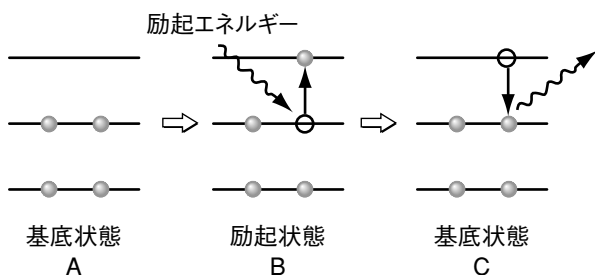
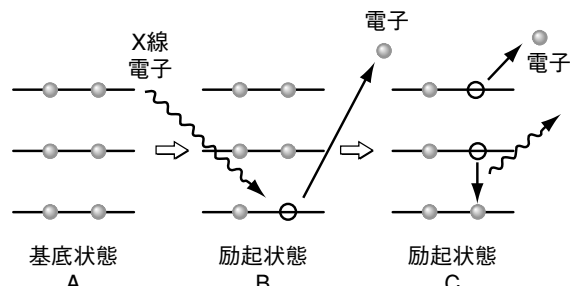

図3 外殻電子の励起
図4 内殻準位に「空席」が発生した場合
電子のエネルギー準位は、原子核の近くにある軌道の準位の方が、外側の軌道の準位よりも低くなっています。また、各準位に入ることができる電子の個数は決まっています。電子は、低い準位から順に席を埋めていくので、下の準位に空席ができることはありません。原子はこの状態がいちばん安定で、この状態のことを「基底状態」といいます(図3 A)。ところが、外部からエネルギーが加わると、この状態は崩れます。ある電子がそのエネルギーを吸収して、上の準位へジャンプするのです。そうすると、いままでその電子が占めていた準位に空席ができます。このような状態は、基底状態よりもエネルギーが高いので、「励起状態」と呼ばれます(図3 B)。励起状態は不安定で長持ちせず、短い時間のあとに電子は、いったん吸収したエネルギーを「エネルギーをもった粒」の形で吐き出して、元のエネルギー準位に戻ってしまいます(図3 C)。このようにして、原子に固有のエネルギーの粒が外に吐き出されます。
さて、先ほど（図3）、外部から原子にエネルギーを加えた場合には、原子核から見て最も外側の電子殻の電子（外殻電子）が励起されると説明しました。しかし、X線や高速の電子線など、もっと高いエネルギーを加えた場合には、内側の電子殻にある電子が、原子の外に飛び出し、その結果、内殻に電子の空席ができます（図4 B）。すると、すぐに上の準位の電子がその空席を埋めようと落ちてきて、今度はその準位間のエネルギー差を吐き出すために、この差に等しいエネルギーをもった①光子（X線）か、②電子（オージェ電子といいます）のいずれかが原子の外に放出されます。（図4 C）。機器分析法は、外殻準位と内殻準位の、どちらにできた空席を利用するかで、2つに分けられます。